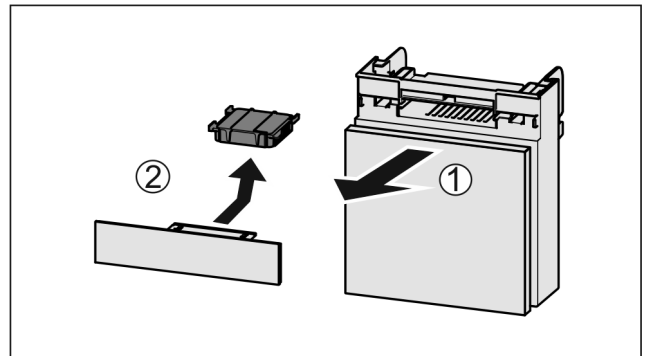

Fig. 56
- Fach nach vorne herausziehen Fig. 56 (1).
- Aktivkohlefilter entnehmen Fig. 56 (2).